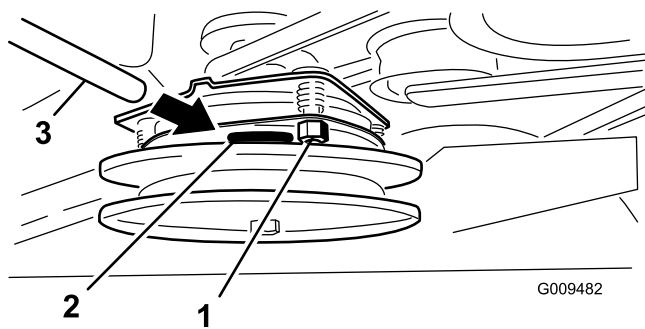

Figura 60
3. Aperte as porcas de freio até que o calibrador prenda ligeiramente, mas possa ser deslocado facilmente na folga (Figura 60).